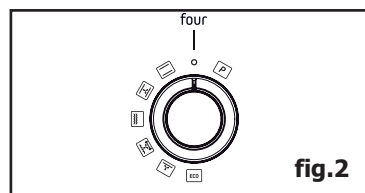

fig.2
- Ramenez le sélecteur de fonctions sur la position 0 (**Fig.2**).